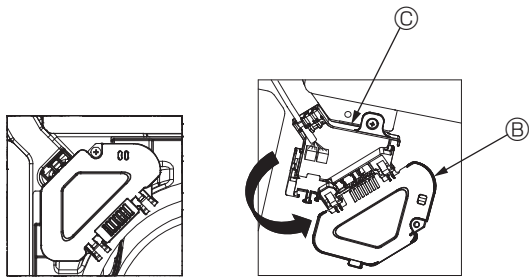
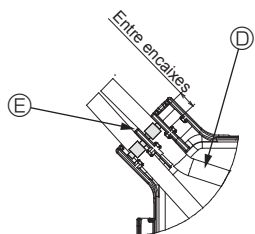

Fig. 4-5
Fig. 4-6
- ③ Retire o parafuso que segura a tampa da caixa de conexão e, em seguida, abra a tampa. (Fig. 4-5)
- ④ Coloque o conector dos fios de junção na caixa de conexão.
- ⑤ Instale a tampa dos fios e a tampa da caixa de conexão.
- Quando instalar as tampas, certifique-se de que os fios não ficam trilhados. Encaixe a banda que segura os fios de junção entre os encaixes da caixa de conexão tal como exibido no diagrama. (Fig. 4-6)